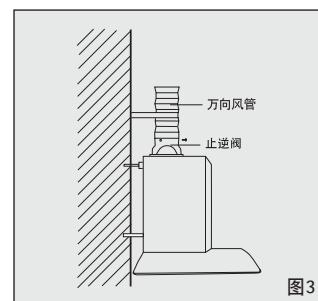

图3
将万向风管插入止逆阀座的槽内，并用 2 个 ST3x8 的螺钉紧固于止逆阀部件上(图 3)。
1. 将主机挂在已固定好的挂钩上，确认主机与挂钩的紧固嵌合，无任何的晃动与松动(图3)。